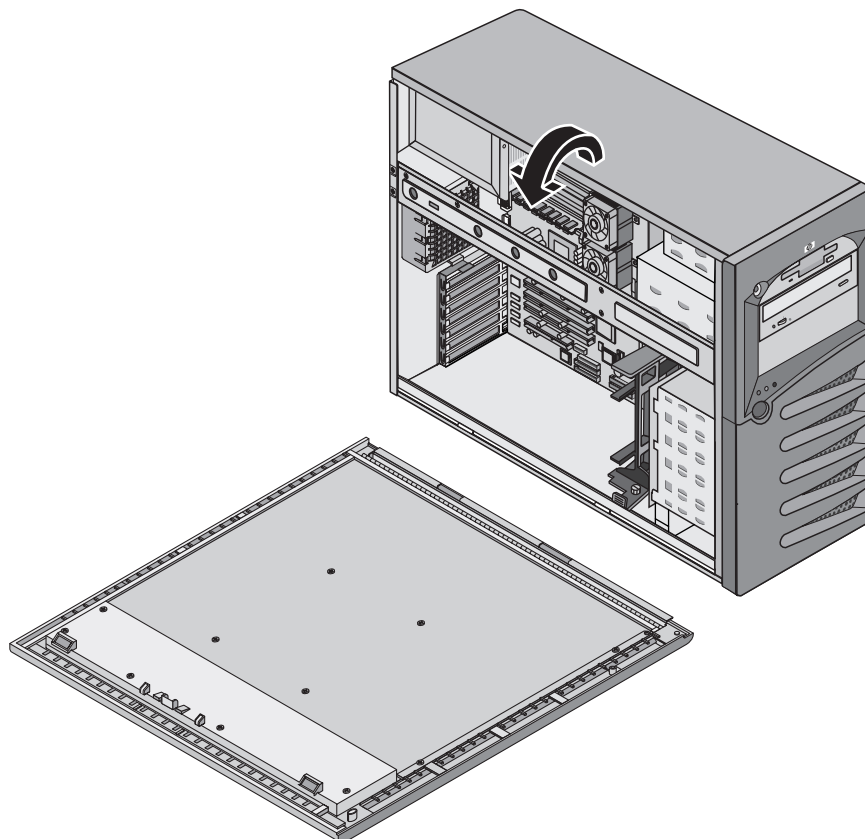

Figura 2-4: Panel lateral (apertura)
- Puede accederse a los módulos de la placa del sistema, fuente de alimentación, conjunto del ventilador y tarjetas PCI desde el panel lateral. Consulte la figura 2-4.
3. Levante el pasador y abra el panel. Consulte la figura 2-4.